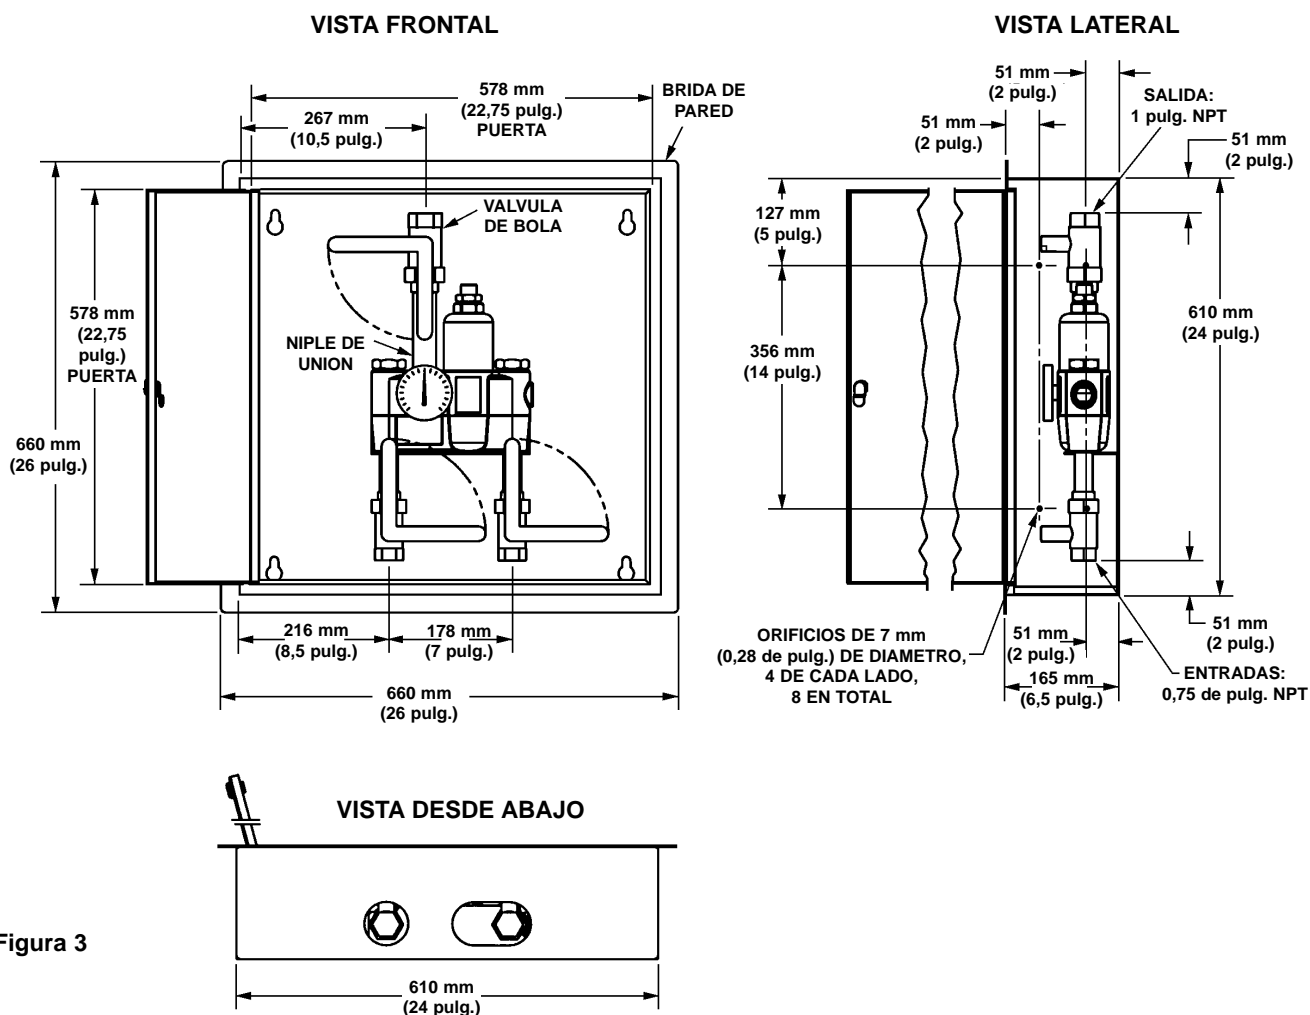

Figura 3
1. Haga una abertura en la pared de 62 cm de ancho x 62 cm de altura (24,5 x 24,5 pulg.) para el armario (vea Figura 3).
2. Mida y marque las ubicaciones de los orificios de montaje según las dimensiones que se indican en la Figura 3. Instale cuatro pernos de anclaje de 1/4 de pulg. si se necesitan (suministrados por el instalador).